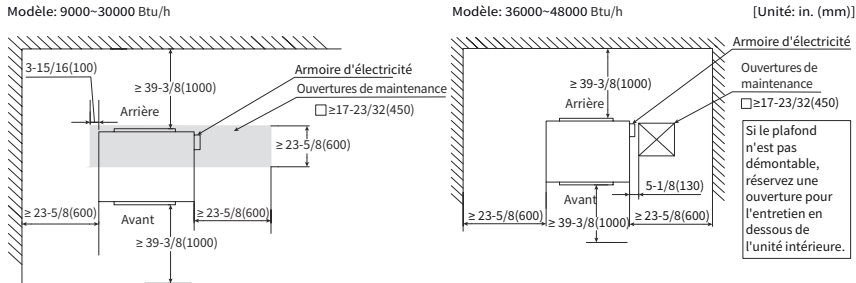

Figure 4.1 Espace d'exploitation et de maintenance
- Installez l'unité intérieure dans un endroit qui facilite l'utilisation et l'entretien, comme indiqué sur la figure 4.1.